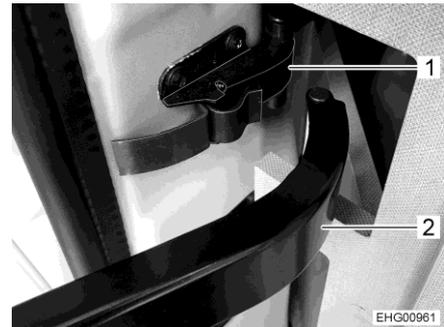

Fig. 16 Levier de limitation (Delfin C)
- Décrocher le levier de limitation (Fig. 16,2) de sa fixation (Fig. 16,1) située sur la porte.